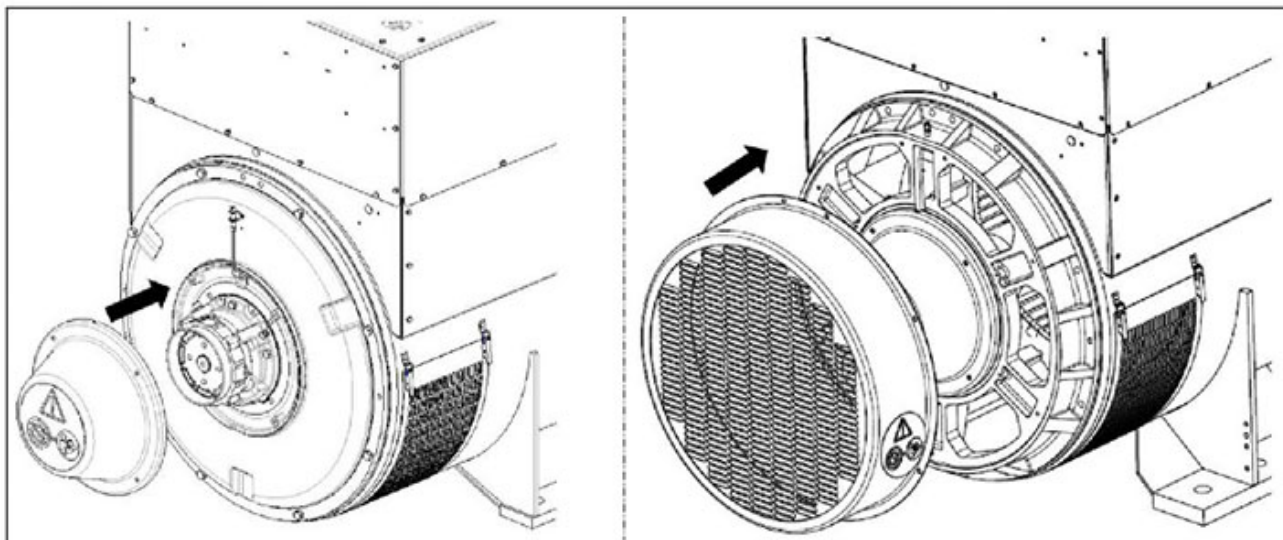

FIGURA 18. ISTRUZIONI PER LA RIMOZIONE E IL MONTAGGIO DEL COPERCHIO DI SUPPORTO DEL ROTORE PER IL TRANSITO
1. Rimuovere tutti i coperchi necessari per accedere alle viti di supporto del rotore per il transito. Fare riferimento a: Figura 18 a pagina 32.
1. Rimuovere tutti i coperchi necessari per accedere alle viti di chiusura del supporto del rotore per il transito. Fare riferimento a: Figura 18 a pagina 32.